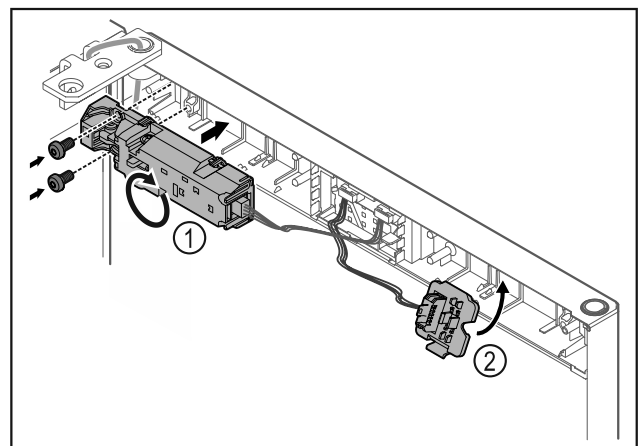

Fig. 16
- Otočte dálkový zámek Fig. 16 (1) o 180° a upevněte jej na protější straně.
- Zaklapněte držák zástrčky Fig. 16 (2) na protější straně.